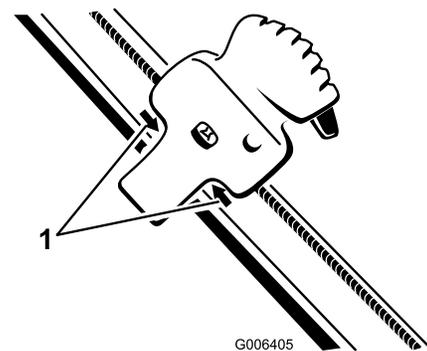

Figure 41
- Placez la commande Quick Shoot entre les deux flèches situées sur le côté droit de la partie supérieure du guidon (Figure 41).